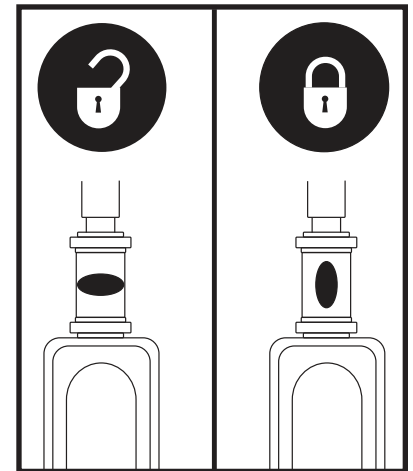

Abb. 32. Lenkersicherungshebel
2. Justieren Sieden Lenker in eine gerade Position, indem Sieden Lenkersicherungshebel eindrücken und gleichzeitig 90° im Uhrzeigersinn drehen. **Siehe Abb. 32.** Das Vorderrad muß nach vorne gerichtet sein, um den Lenker festzustellen.
1. Schlüssel aus dem Schlüsselschalter entfernen und Justieren Sie den Lenker in eine gerade Position, indem Sie den Lenkersicherungshebel eindrücken und gleichzeitig 90° im Uhrzeigersinn drehen. **Siehe Abb. 32.** Das Vorderrad muß nach vorne gerichtet sein, um den Lenker festzustellen.
6. Entsichern Sie das Vorderrad, indem Sie den Lenkersicherungshebel 90° gegen den Uhrzeigersinn drehen. **Siehe Abb. 32.**